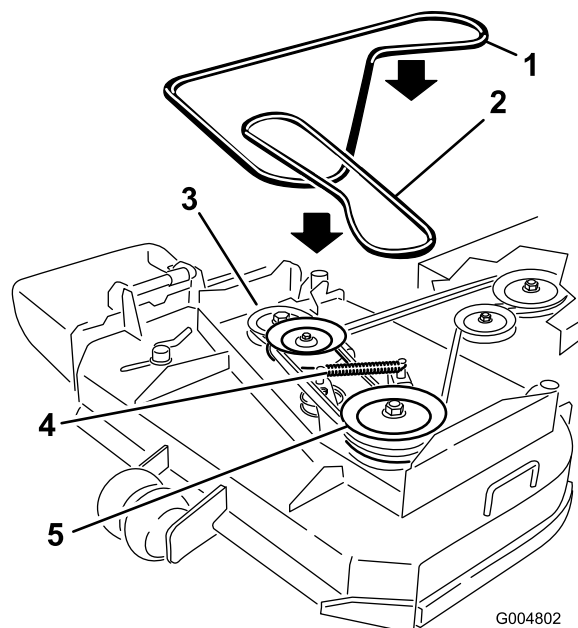

Bild 38
6. Haken Sie die Spannscheibenarmfeder aus, um die Feder am Spannscheibenarm und der Spannscheibe zu entspannen. Entfernen Sie dann den abgenutzten Mähwerkriemen (Bild 38).
7. Legen Sie den neuen Mähwerkriemen um die zwei äußeren Spindelriemenscheiben, die Spannscheibe und in die untere Rille der Doppelspindel-Riemenscheibe (Bild 38).
8. Befestigen Sie die Feder des Spannscheibenarms (Bild 38).
10. Stellen Sie die Riemenführung auf einen Abstand von 3 mm zum Riemen ein (Bild 38).